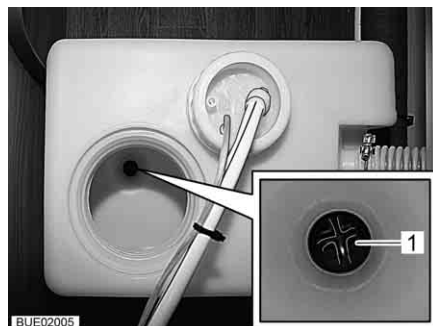

Fig. 189 Depósito de agua (25 l)
- Usando un destornillador philip, abrir el cierre (Fig. 189,1) en el fondo del depósito.